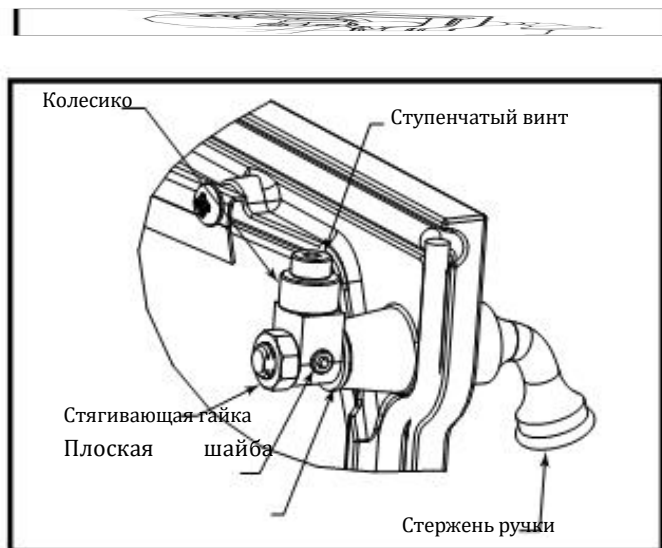

Рис. 43 Для регулировки зажима поверните щеколду и/или открутите плоскую шайбу
1. Открутите стягивающую гайку при помощи ключа 9/16" (рис. 43)